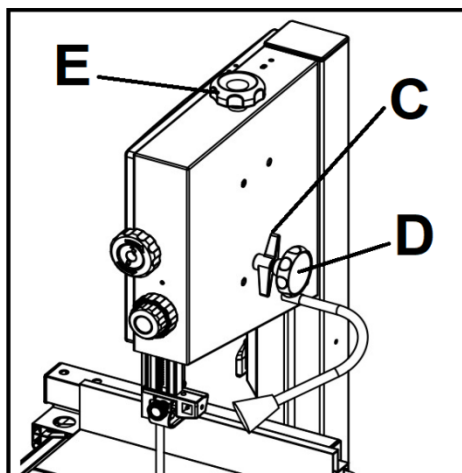

Рисунок 14
Поверните ручку регулировки (D, Рис. 14) по часовой стрелке или против часовой стрелки до тех пор, пока пильная лента не будет двигаться по центру резинового обода.
После регулировки снова затяните ручку фиксатора регулировки хода (C, Рис. 14) и закройте крышку.
МЕДЛЕННО поверните ручку регулировки хода (D, Рис. 14), одновременно вращая верхний шкив. Поворот ручки регулировки хода по часовой стрелке (если смотреть с задней стороны станка) приведет к тому, что пильная лента будет смещаться в направлении задней части станка; поворот ручки против часовой стрелки приведет к тому, что лента будет смещаться в направлении передней части станка.
- Поворачивая ручку регулировки (E, Рис. 14) по часовой стрелке, можно увеличить натяжение пильной ленты.
- Поворачивая ручку регулировки (E, Рис. 14) против часовой стрелки, можно ослабить натяжение пильной ленты.